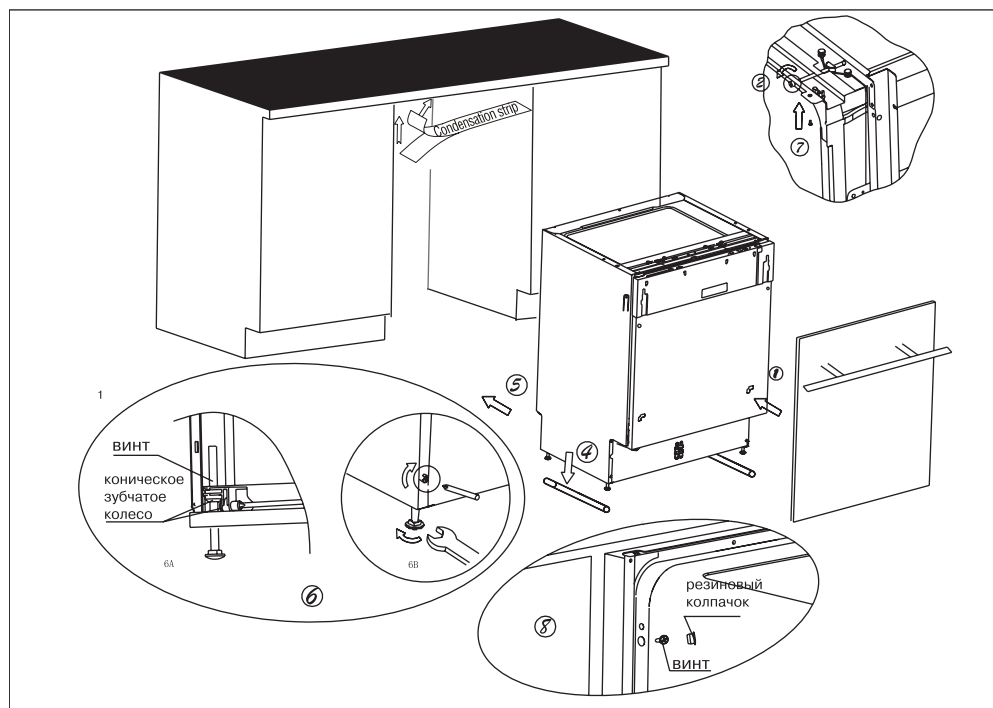

Рис. 7. Последовательность установки посудомоечной машины.
1. Используя скобы, прикрепите декоративную дверцу от вашей мебели к дверце машины (см. п. 1 на рис. 7).
2. Отрегулируйте натяжение пружин дверцы при помощи торцевого ключа, поворачивая его по часовой стрелке для натяжения пружины и против часовой стрелки для того, чтобы ослабить пружины дверцы. Невыполнение данной операции может привести к повреждению посудомоечной машины (см. п. 2 на рис. 7).
6. Поместите посудомоечную машину на направляющие (см. п.4 на рис. 7).
9. Выровняйте машину. Задние ножки можно регулировать винтами, расположенными спереди (см. п. 6а на рис. 7). С помощью ключа отрегулируйте передние ножки (см.п. 6в на рис. 7).
- А. Если у Вас столешница из дерева или ДСП, прикрутите машину к ней шурупами по дереву, будьте осторожны, вес машины может вырвать шурупы из дерева (см. п. 7 на рис. 7).
- В. Если у Вас мраморная или гранитная столешница используйте скобы, чтобы прикрепить машину к стенам соседней мебели, при этом необходимо закрыть винты резиновыми шляпками, чтобы не повредить столешницу (см. п. 8 на рис. 7).